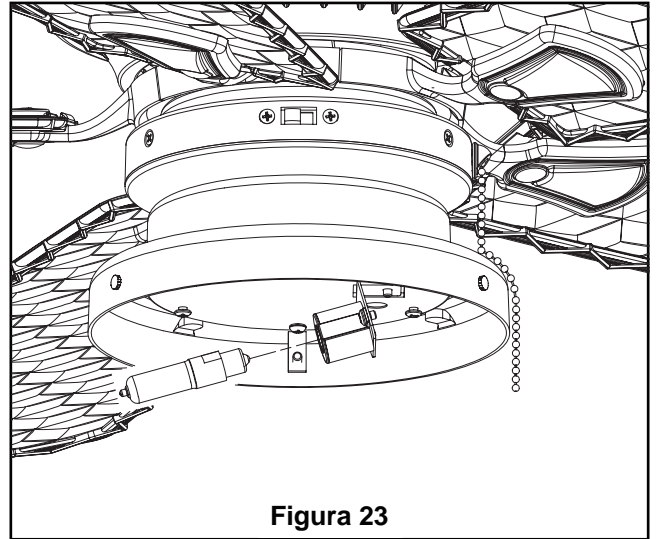

Figura 23
1. Instale la bombilla minican incluida en el portalámparas. (Figura 23)